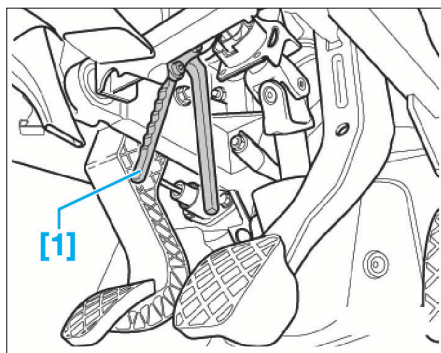
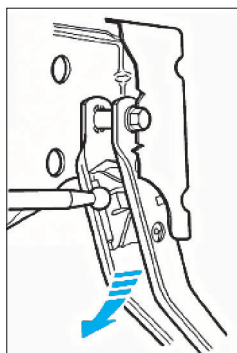

FIG. 13
FIG. 14
- [1]. Outil de déverrouillage de la pédale de frein (ref. T40024) (Fig.14).
- Désolidariser la pédale de frein du servofrein à l'aide de l'outil [1] (Fig.13) et (Fig.14).